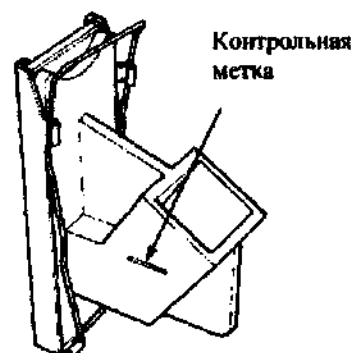

Рисунок 3-14
2. Поместите камеру для образцов (3) на дно 4. Осторожно снимите резиновую прокладку, стараясь не прикасаться к осажденным на пластинке клеткам.
4. Внесите биологический материал в камеру для образцов до уровня отметки, нанесенной на боковой стороне камеры. Не превышайте допустимое количество материала. Смотри Рисунок 3-14.
6. Плотно закройте камеру для образцов крышкой (4).